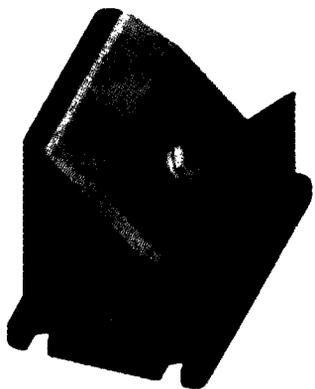

Рис. 13.6. Начальная визуализация
5. Без каких-либо изменений нажмите кнопку **Визуализация**. После чего визуализация завершится, она будет похожа на рис. 13.6.